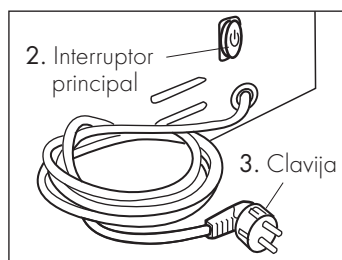

Fig. 1
Apague la máquina con el interruptor principal (2) y desconecte siempre el enchufe (3) de la toma de corriente si no se está utilizando el aparato (Fig. 1).